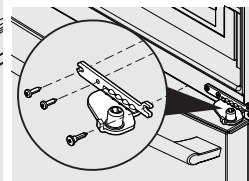

Figure 5
- Il faut tirer sur le tiroir pour exposer la charnière inférieure. Dévissez les trois vis de la charnière inférieure et faites glisser la charnière vers l'intérieur. Figure 5.